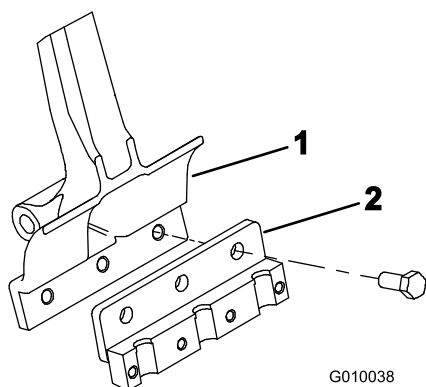

Рисунок 24
3. Прикрепите держатель зубьев к каждому толкающему рычагу (Рисунок 24) с помощью 3 болтов ($\frac{1}{2} \times 1\frac{1}{4}$ дюйма). Затяните болты с моментом 101,6 Н·м.